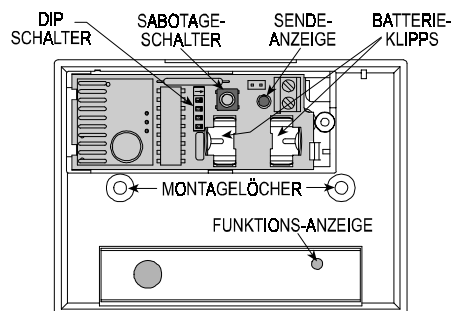

Abb. 5 Innenansicht
B. Lernen Sie die in Abb. 5 angezeigten Bauteile kennen – sie sind alle für die Schritte wichtig, die Sie während der Installation unternehmen müssen.